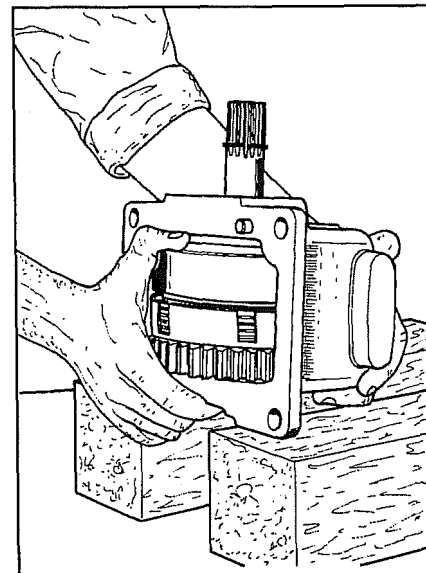
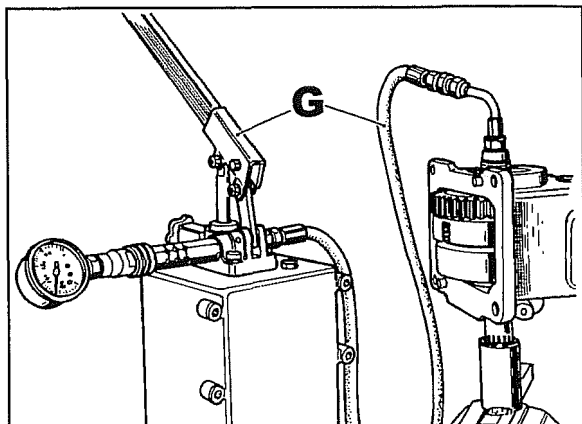

Fig. 13
Fig. 14
Saisir le groupe comme illustré dans la fig. 13 puis le retourner et le monter sur l'outil **F** fig. 14 placé au préalable dans un étau.
- Raccorder l'instrument de test **G** fig. 14 et le mettre sous pression à $50 \div 60$ bar.
14 Raccorder l'instrument **G** comme illustré dans la fig. 14, puis mettre sous pression à **50 ÷ 60 bar**.
Débrancher le tube **A** fig. 1 puis raccorder l'instrument de test **G** fig. 14.